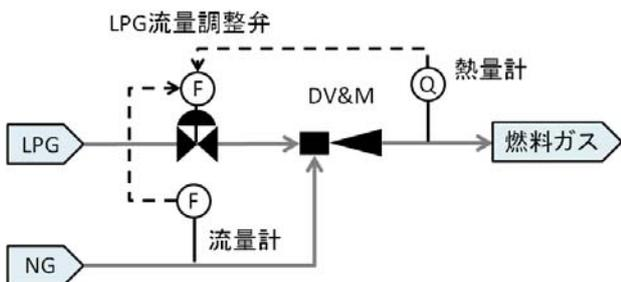
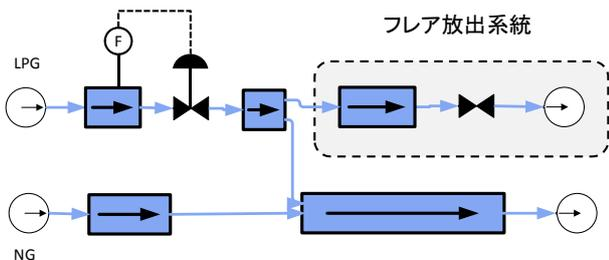

図 4 NG と LPG の混合施設
図 5 Advance/FrontNet/G の管路系モデル
福島原発事故をきっかけに近年火力発電所の稼働が活発となり、火力発電の燃料となる天然ガス (NG) と液化石油ガス (LPG) の混合設備の解析が増えている。図 4 は NG と LPG の一般的な混合施設の例を模式的に表したもので、混合器 DV&M を使った液ガス混合方式を想定している [4]。ここでは NG 流量に対して必要な LPG 流量を PID 制御し、また、熱量変動に対し、熱量計からのフィードバック制御を行っている。この仕組みを単純化し、Advance/FrontNet/Γ でモデリングしたものが図 5 である。ここでは、臨界状態の LPG とガス状態の NG は完全ガス化することを想定している。例えば、起動および停止時を想定して熱量の解析を行うことができる。火力発電所などでは熱量を調整した燃料ガスを燃焼器で燃やしてタービンの動力とするが、燃焼器は燃料ガスの熱量の変化に対して敏感なため、どの程度の変動が起こるかなどのシミュレーションを行うことができる。また、図 5 では緊急時のためにフレア放出系統が準備されており、緊急時に管内に燃料を滞留させないように大気開放を行う場合、圧力差によっては臨界流となるようなシミュレーションも行うことができる。